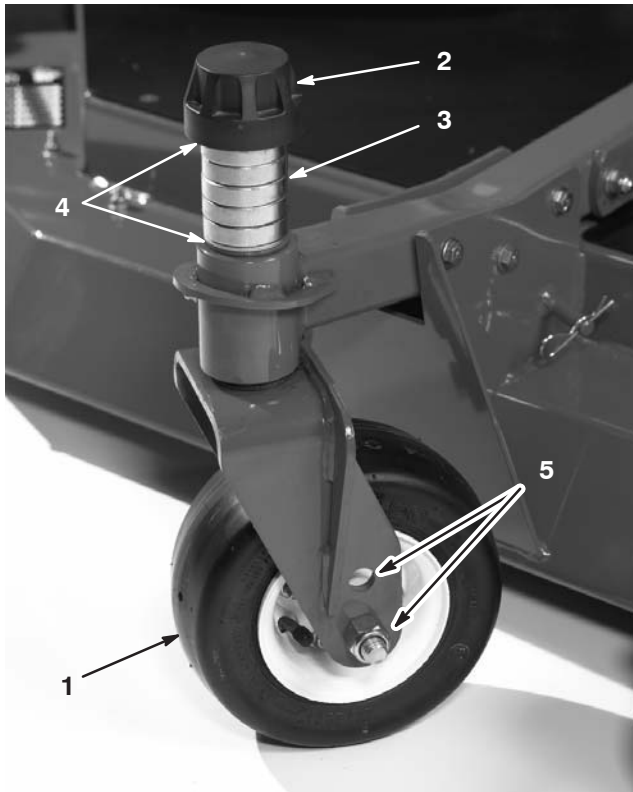

Bild 10
3. Entfernen Sie die Spannkappe von der Spindelwelle (Bild 10) und schieben die Spindel aus dem Laufradarm. Ziehen Sie zwei Beilagscheiben so auf die Spindelwelle, wie sie ursprünglich montiert waren. Diese Beilagscheiben sind erforderlich, um alle Mähwerke über die Breite auf ein Niveau zu bringen. Ziehen Sie die erforderliche Anzahl von 13-mm-Distanzstücken (siehe die nachstehende Tabelle) auf die Spindelwelle, um die gewünschte Schnitthöhe herbeizuführen; ziehen Sie dann die Scheibe auf die Welle auf.